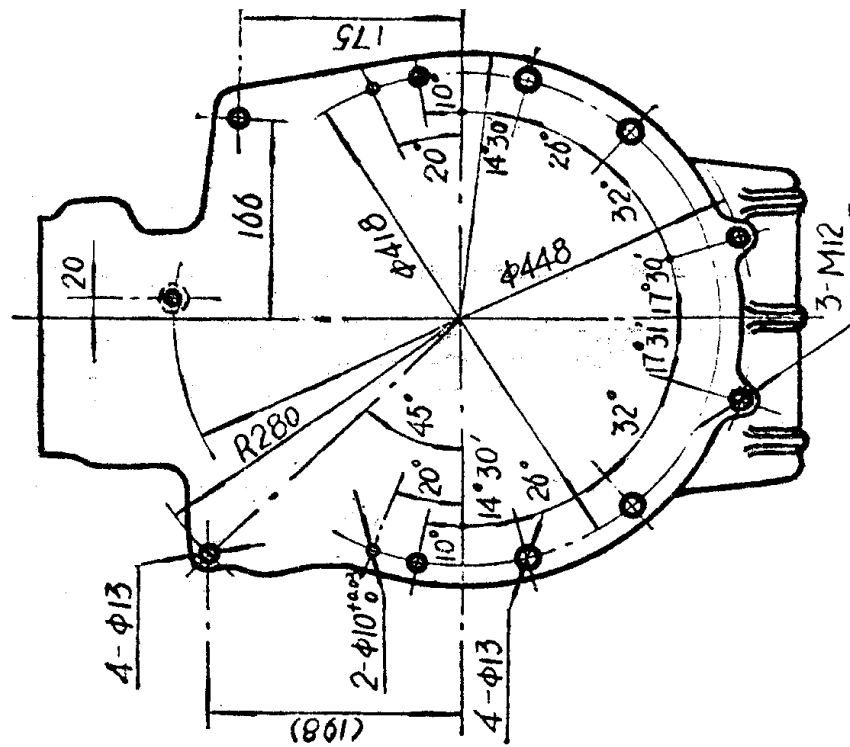

Figura 1-4
- b) Dimensiones de ambas caras del motor Diesel 495A. Figura 1-4
- h) Dimensiones de ambas caras de motor Diesel 4100A. Figura 1-4